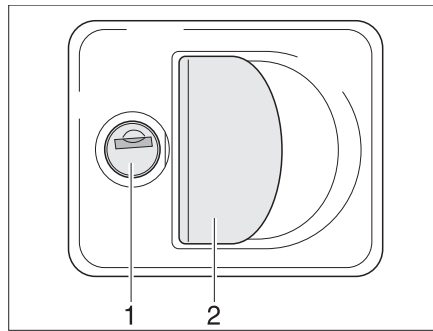

Bild 27 Klappenschloss mit Griffschale
- Schlüssel in Schließzylinder (Bild 27,1) stecken und eine viertel Umdrehung drehen. Das Klappenschloss ist entriegelt.
- Am Schlossgriff (Bild 27,2) ziehen. Die Außenklappe ist geöffnet.